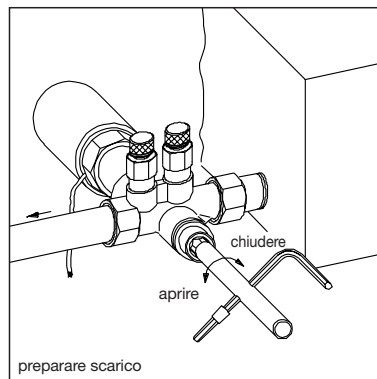

Fig. 3:
- 3 Allentare con la chiave esagonale Ch 10 la vite in senso antiorario, mass. $\frac{1}{4}$ di giro (fig. 3).
- 3 Togliere l'attrezzo di scarico e carico dalla valvola e avvitare la vite con la chiave Ch 10 (mass. 10 Nm - fig. 3).
- 4 Chiudere, girando il vitone con la chiave esagonale Ch 10 in senso orario e avvitare con mass. 10 Nm (fig. 3).